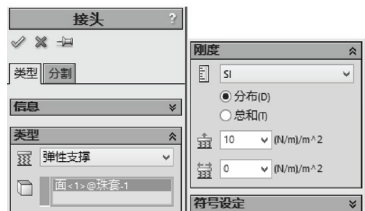

图 9-63 设置“弹性支撑”操作
STEP 5 右键单击“算例”树中“夹具”项，在弹出的快捷菜单中选择“弹性支撑”菜单项，打开“接头”属性管理器，然后选择“简化钢珠”的上表面为弹性支撑的压载面，并设置“弹性支撑”法向系数为 10 N/s ，用于模拟蝶形弹簧，如图 9-63 所示。